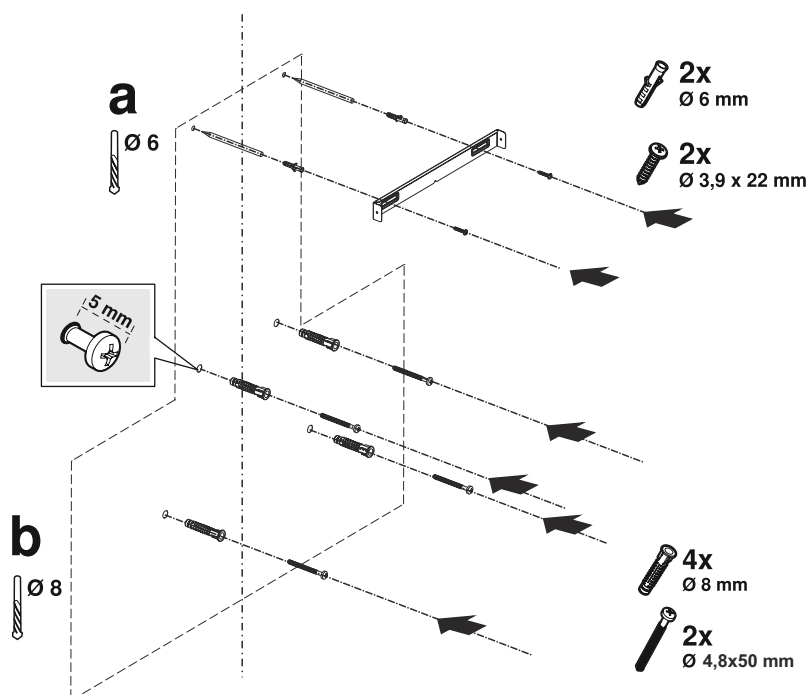

Fig. 11
2. ➔ Der er et hak i midten af skorstensbeslaget. Placer midtpunktet af dette indhak på den linje, du tegnede på væggen juster den vandret og marker hullerne, hvor skorstensbeslaget skal monteres med en blyant (Fig. 11/a). Bor de markerede punkter med et Ø6 mm bor og kø 2 x Ø6 mm rawplugs ind i disse huller (Fig. 11/a). Fastgør skorstensbeslaget til væggen med 3,9x22 skruer (Fig. 11/a).
3. For at bore hullerne ud til emhætten skal du klæbe monteringskabelonen på overfladen, hvor enheden skal monteres og markere monteringshullerne (fig. 11/b)
4. ➔ Bor ud til vinkelbeslagene med et Ø8mm bor og bank rawplugsne ind i væggen. (fig. 11/b).
➔ Skru 2 stykker 4,8x50 ophængsskruer i med et mellemrum på 5 mm mellem skruehovedet og væggen (fig. 11/b).